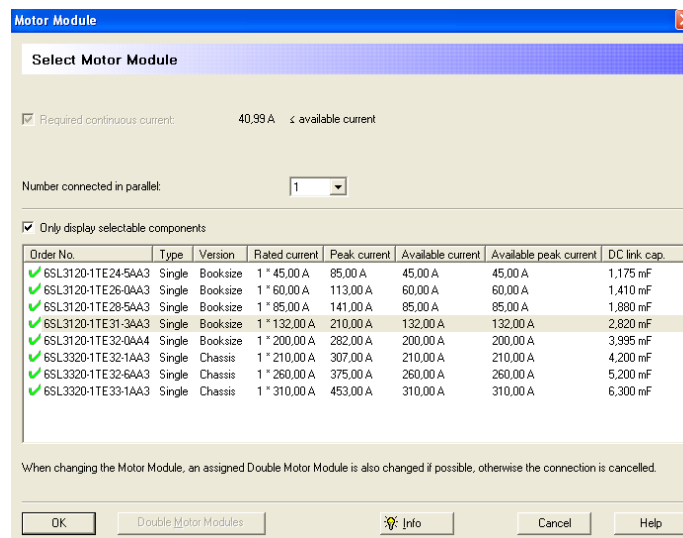

Figura 3.2.90 "Select Motor Module"
- *Motor Module*: mostrara una ventana (figura 3.2.90) en la cual se elegirá el módulo que mejor se ajuste al motor anteriormente seleccionado.